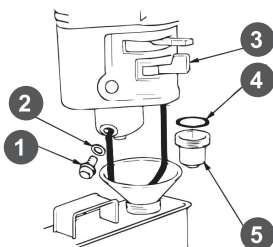

Рис. 20. Обслуживание фильтра-отстойника
1. Установите рычаг топливного крана 3 (Рис. 20) в положение «ЗАКРЫТО».
3. Открутите болт 1 сливного отверстия и слейте топливо из поплавковой камеры карбюратора (Рис. 20).
4. Открутите стакан отстойника 5, вылейте из него топливо в заранее подготовленную емкость (Рис. 20).